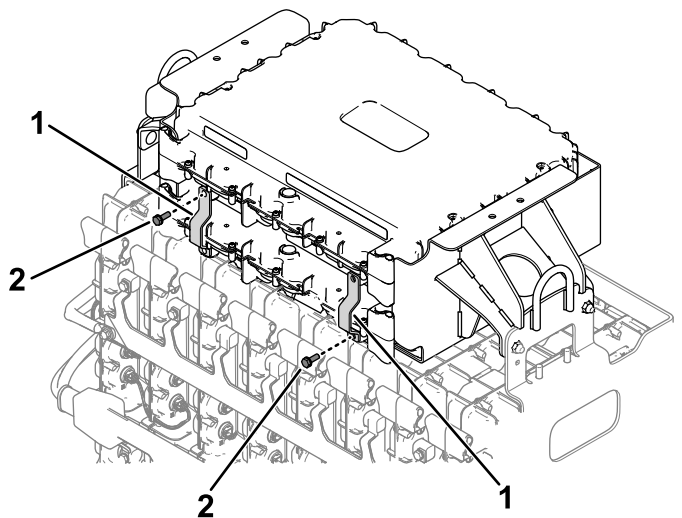
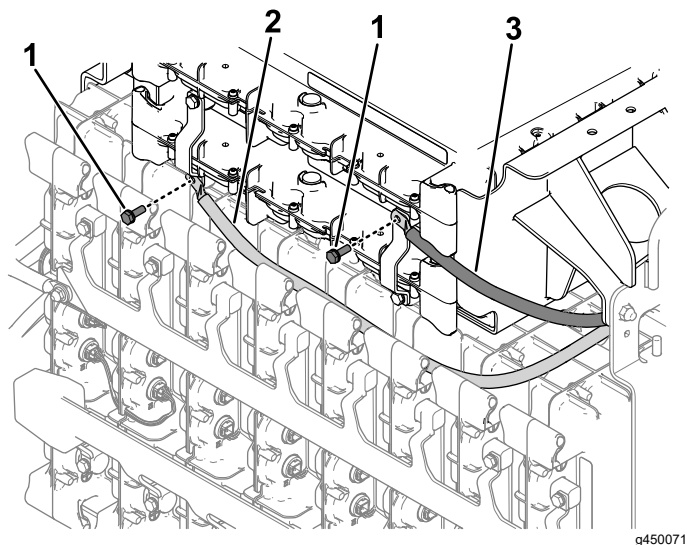
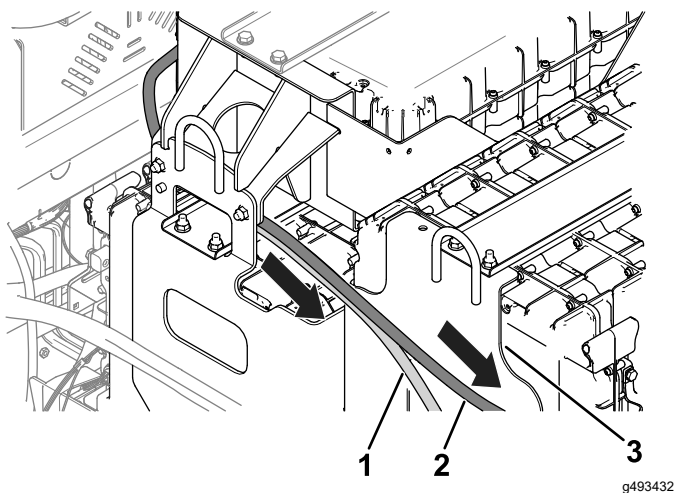

図 3
図 4
図 5
2. 2本の六角ボルト (1/4") を使って、バス バーをバッテリーに仮止めする (図 3)。
3. 2本の六角ボルト(1/4")を使って、赤と黒のバッテリー ケーブルを前の手順で取り付けしたバス バーに接続する(図 4)。
4. バスバーが正しく取り付けられていることを確認し、六角ボルト(図 3および図 4)を 11 N·m (1.12kgm) のトルクで締め付ける。
5. 図 4および図 5に示すように、後部バッテリートレイに向かってバッテリーケーブルを配線する。